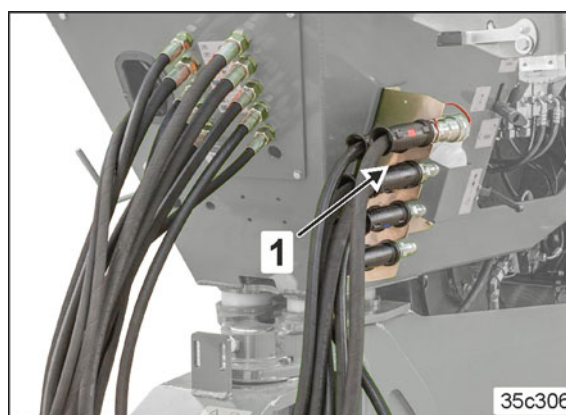

Fig. 124
- Spațiu depozitare furtunuri (Fig. 124/1)